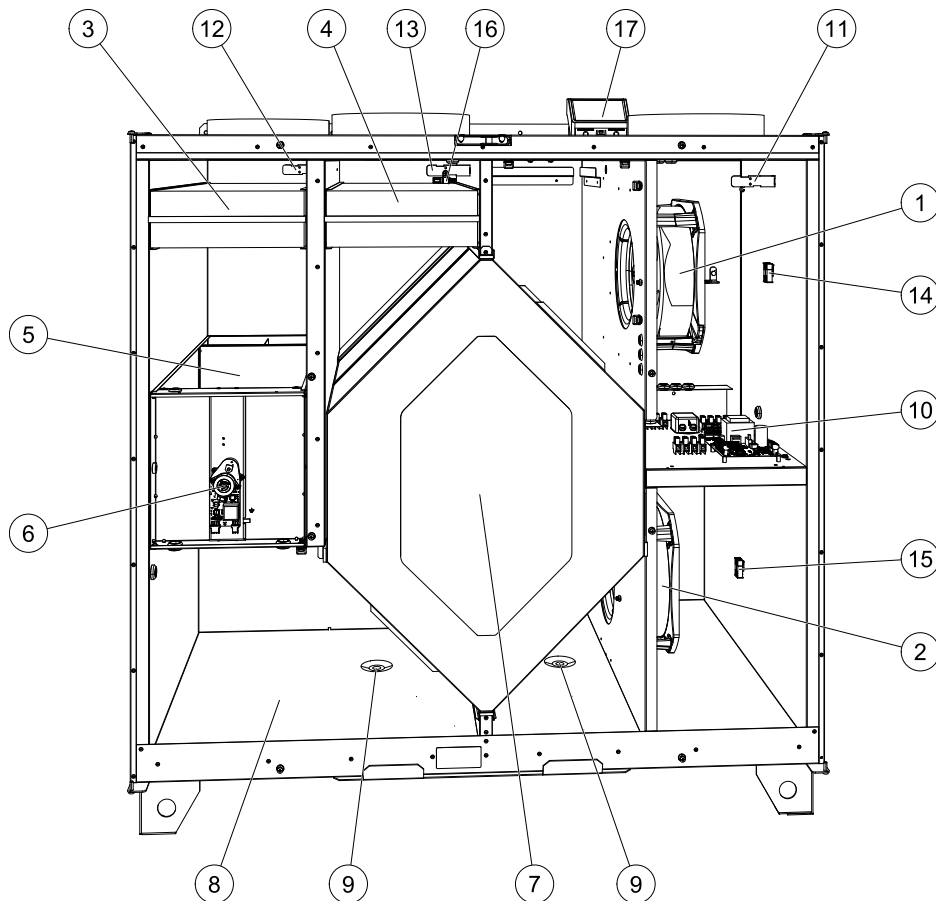

Bild 10 Komponenten
Der eingebaute Bypassklappe (Pos. 5 Abbildung 10) ist an der Enteisung, der Kälterückgewinnung und der Zulufttemperaturregelung des Gerätes beteiligt. Der Klappenmotor wird durch ein analoges 0-10 V Signal gesteuert.
Je nach der relativen Feuchtigkeit in der Abluft kann sich auf den kalten Oberflächen des Wärmetauschers Kondenswasser bilden. Das Kondenswasser sammelt sich in der Kondenswasserschale (Pos. 9 Abbildung 10) an der Unterseite des Geräts und wird durch die Abflüsse (Pos. 10 Abbildung 10) abgelassen, die sich an jeder Seite des Wärmetauschers befinden. Die Abflussöffnungen sind ½" groß mit äußeren Gewinderohranschlüssen (Kapitel 5.3.1).
- Zuluftsensord (Pos. 11 Abbildung 10)
- Außenluftsensor (Pos. 12 Abbildung 10)
- Abluftsensor (Pos. 13 Abbildung 10).